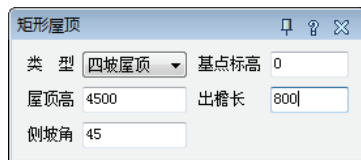

图 7-91 “矩形屋顶”对话框
2) 调用“JXWD”命令，系统弹出“矩形屋顶”对话框，设置参数如图 7-91 所示。